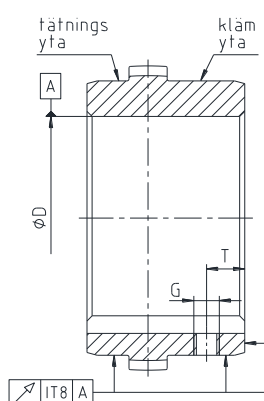

Bild 21: kläm/tätningssyta för strl 10 till 70
- Om kunden själv utför navborrningen måste rund- resp. plangångsnoggrannheten (se bild 21 till 25) säkerställas.
- Välj ett gängstift enligt DIN EN ISO 4029 med ringskär, en stopplatta eller en klämpassning för att säkra naven axiellt (se bild 21 till 25 och tabell 9 och 10).
1) se bild 21 och 22